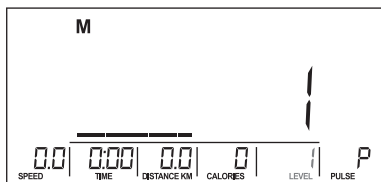
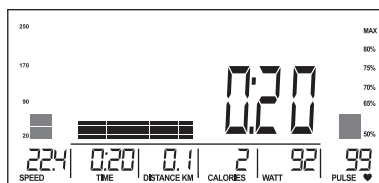

Fig. 9
Fig. 14
3. Utilizzare la manopola per regolare il livello di resistenza (Fig. 9). Valore predefinito: 1.
5. Premere START/STOP per iniziare l'allenamento. Durante l'allenamento è possibile diminuire o aumentare il livello di resistenza usando la manopola. Il livello di resistenza verrà visualizzato nella sezione LEVEL (Fig. 9). Dopo 3 secondi senza regolazione, il display passerà automaticamente alla visualizzazione del valore della funzione WATT (Fig. 14).
2. Utilizzare la manopola per regolare il livello di resistenza (Fig. 9), valore predefinito: 1. Premere MODE per confermare.